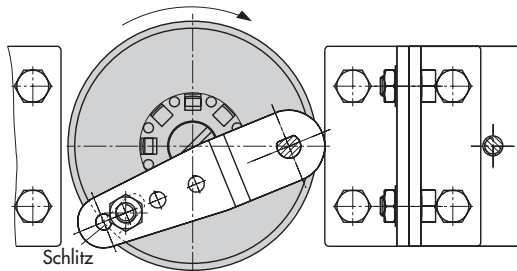

Bild 8 · Anbau an Schwenkantriebe
1. Mitnehmer (3) auf die geschlitzte Antriebswelle bzw. das Distanzstück (5) aufstecken.
2. Kupplungsrad (4) mit flacher Seite zum Antrieb hin auf den Mitnehmer (3) stecken. Dabei den Schlitz so ausrichten, dass er bei Schließstellung des Ventiles mit der Drehrichtung nach Bild 8 übereinstimmt.
4. Die beiden unteren Winkel (10.1) je nach Antriebsgröße mit Abwinkelung nach innen oder außen am Antriebsgehäuse festschrauben. Obere Winkel (10) ansetzen und verschrauben.
5. Anschlussplatte (6) bzw. Manometerhalter (7) mit Manometern am Stellungsregler montieren, auf richtigen Sitz der beiden Runddichtringe achten.
6. Am Hebel **M** (1) des Stellungsreglers den Standard-Abtaststift (2) herauschrauben. Den blanken Abtaststift (Ø5) aus dem Anbausatz verwenden und in der Bohrung für Stiftposition **90°** fest verschrauben.
7. Stellungsregler auf die oberen Winkel (10) aufsetzen und festschrauben. Dabei den Hebel (1) so ausrichten, dass er unter Berücksichtigung der Drehrichtung des Antriebes mit seinem Abtaststift in den Schlitz des Kupplungsrades (4) eingreift (Bild 8). Es muss in jedem Fall gewährleistet sein, dass bei halben Drehwinkel des Schwenkantriebes der Hebel (1) parallel zur Längsseite des Stellungsreglers steht.